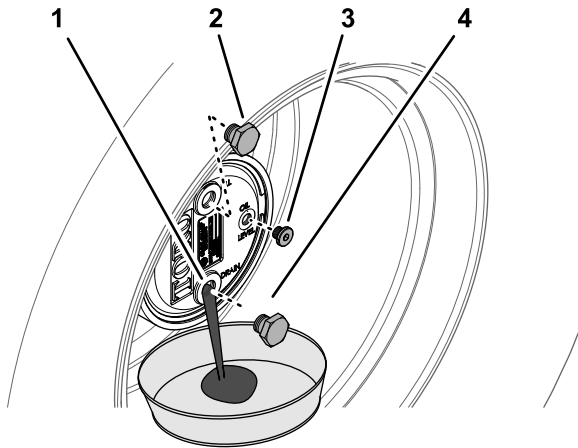

Figura 67
2. Rimuovete il tappo di riempimento nella posizione a ore 12 e il tappo di controllo nella posizione a ore 3 (Figura 67).
3. Mettete una bacinella sotto il mozzo del planetario, togliete il tappo di spurgo nella posizione a ore 6 e lasciate defluire l'olio (Figura 67).
5. Inserite il tappo di spurgo nel foro di spurgo dell'alloggiamento degli ingranaggi planetari (Figura 67).